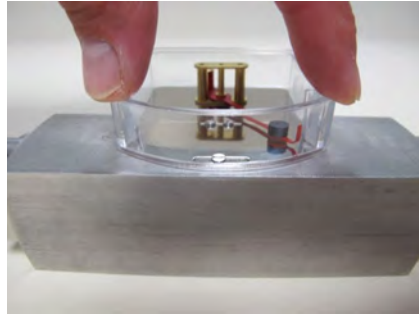

Abb. 59: Gängigkeit prüfen
- 11.** ▶ Schwebekörper durch Druck mit dem Prüfstab (Abb. 59) auf leichte Gängigkeit prüfen